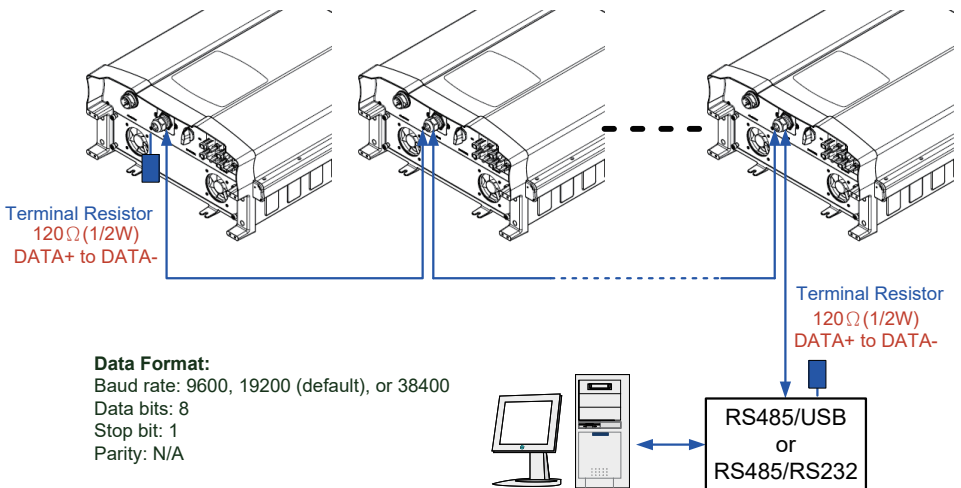

图4-7 多台逆变器串联通讯
- 当逆变器为多台串联时，安装者需将第一台与最后一台逆变器之终端电阻设置为ON，其余机子则为OFF。请参考图4-7。